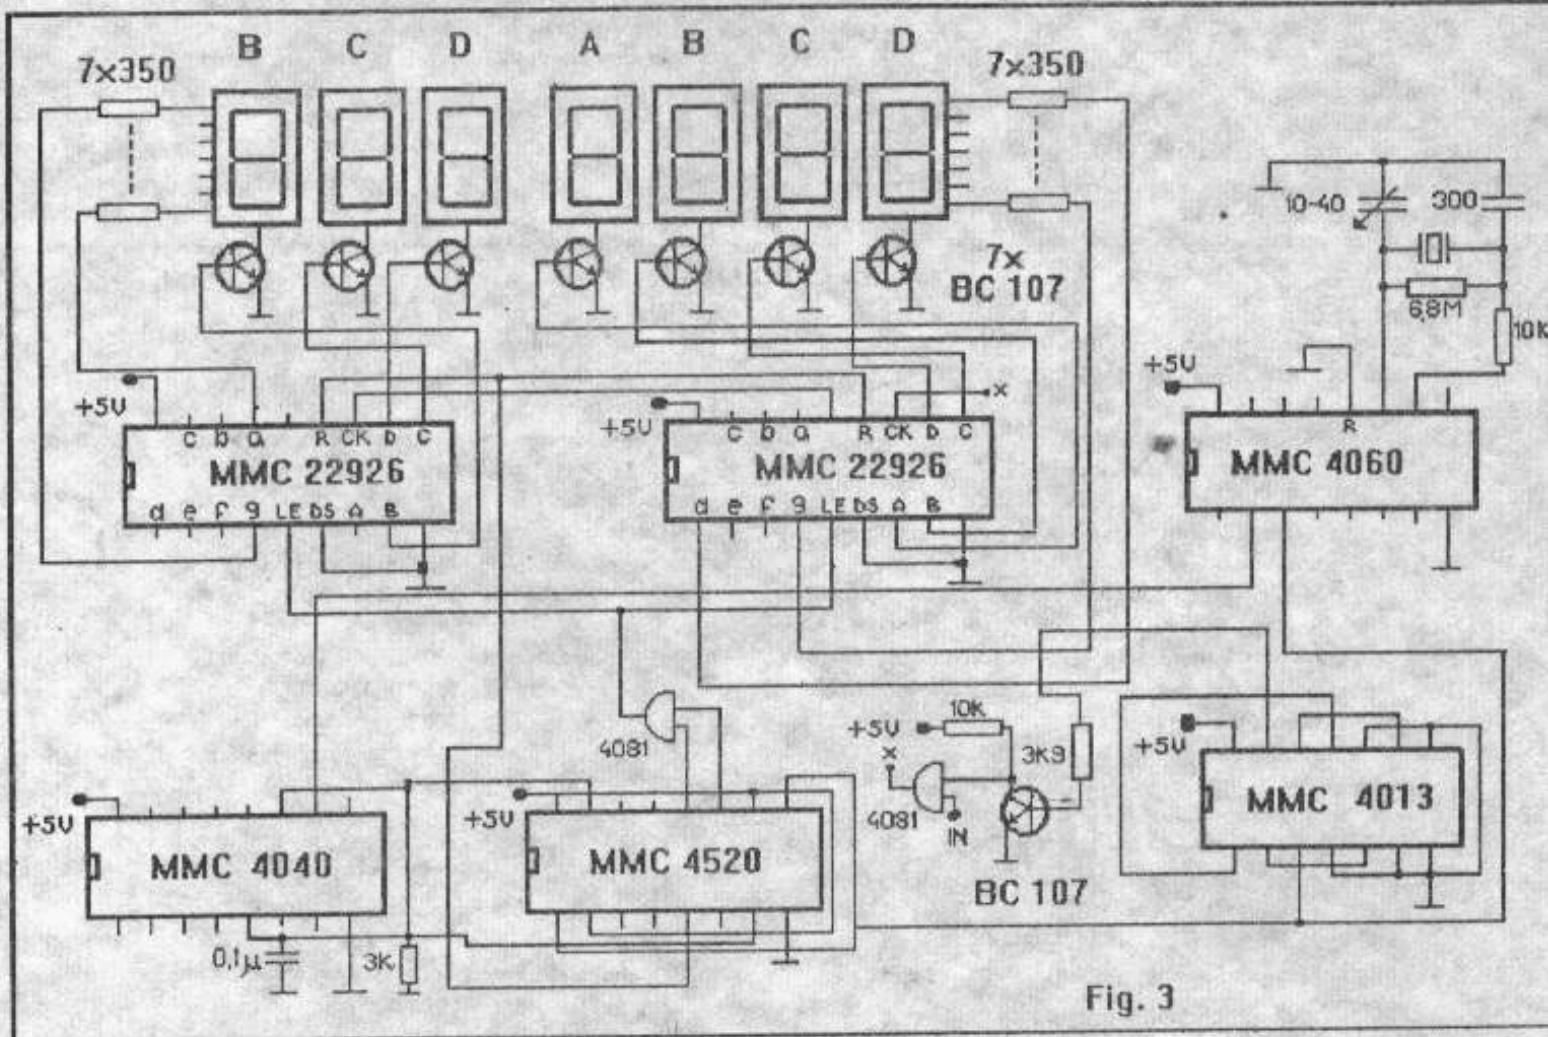
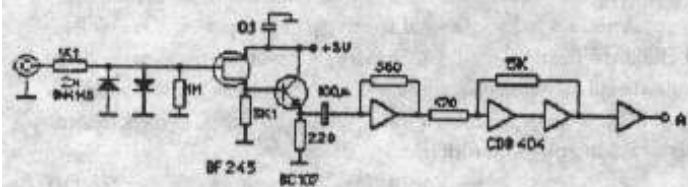
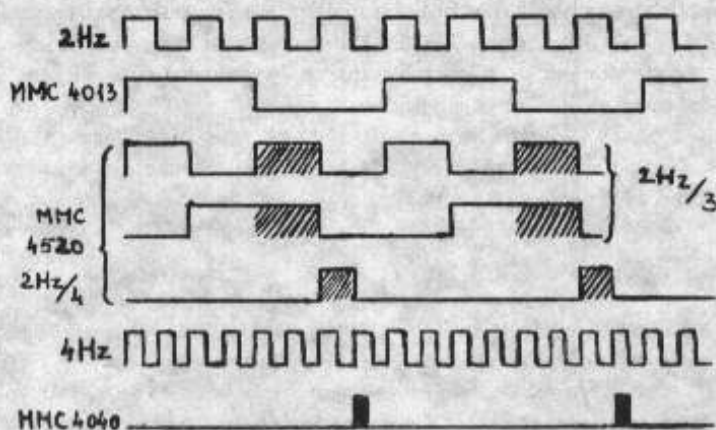

Fig. 3
Fig. 1
Fig. 4
recomandările prezentate mai sus, este arătată în fig. 4 schema de principiu a filtrului buclei și circuitului oscilant al primului dintre cele două oscilatoare (primul în sensul creșterii frecvenței generale) dintr-un sintetizor de frecvență destinat unei aplicații de tipul celei redată în schema boc din fig. 1. Pentru mărirea factorului de calitate al circuitului oscilant și deci pentru micșorarea contribuției sale la zgomotul prezent la ieșirea sintetizorului în afara benzii buclei, precum și în vederea diminuării microfoniilor, s-a utilizat pentru inductanța circuitului oscilant un segment de cablu coaxial în scurtcircuit (scurtcircuit din punct de vedere al radiofrecvenței).
- prima, cu un tranzistor FET, este prezentată în fig. 1 și este folosită la măsurarea frecvențelor cuprinse între 5 Hz și 3 MHz, deși ea poate preluca semnale cu frecvența până la 30 MHz, limita de la care circuitul TTL CDB 404 nu mai funcționează corect; limita de 3 MHz este impusă de circuitele MMC 22926.
Schema acestui bloc este prezentată în fig. 3, iar în fig. 4 sunt prezentate semnalele în diferite puncte.